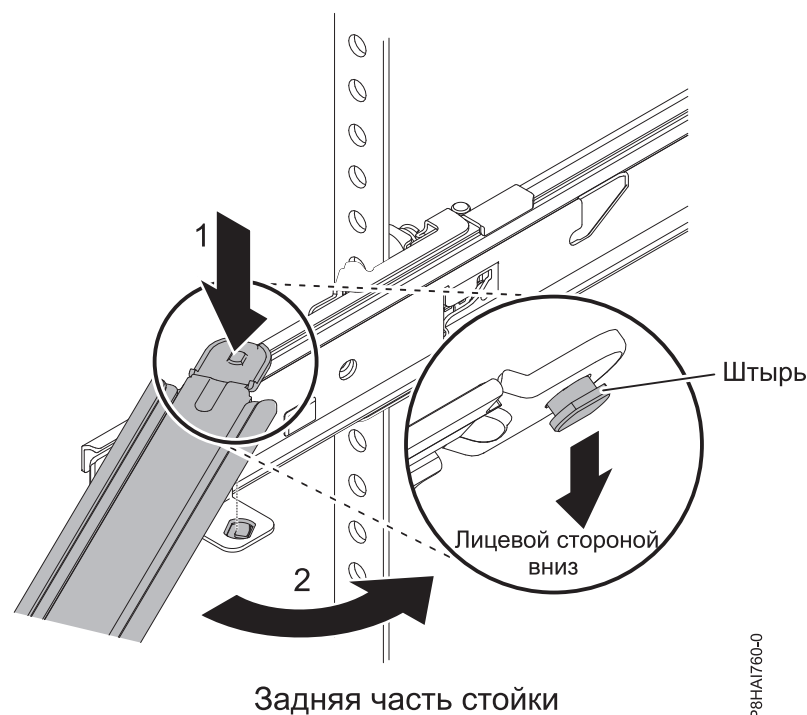

Рисунок 59. Соединение опорного рычага
8. На любой из двух сторон сервера можно установить кабельный кронштейн. На рис. 59 показан кабельный кронштейн, установленный на левой стороне. Рекомендуется установить кабельный кронштейн напротив блоков питания, чтобы обеспечить доступ к блокам питания. Для установки кабельного кронштейна с правой стороны выполните инструкции и установите оборудование с противоположной стороны. Поместите штырь (1) в горизонтальный прорезь в задней части направляющих. Затем поверните другой конец рычага (2) в сторону стойки.